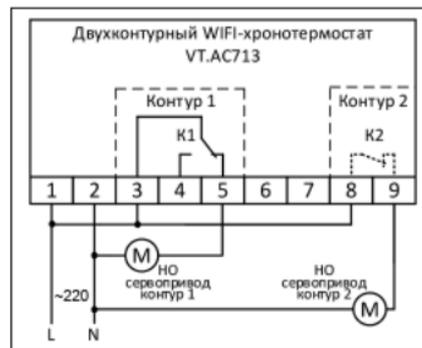

Рис. 3
**6.2.3.** В случае работы с нормально–открытыми сервоприводами, подключение привода контура 1 производится к клеммам 2 и 5, подключение привода контура 2 – к клеммам 2 и 9. При этом необходимо в расширенных настройках термостата установить инверсию управляющего контакта реле контура 2 (в параметре OPt установить значение «01»), (рис. 3).